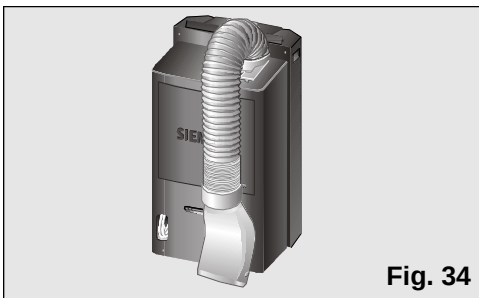

Fig. 34
- ☐ Hiervoor buigt u de buis naar de achterkant van het apparaat en maakt deze vast aan de diffusie haak, **Fig. 34** en **35**.